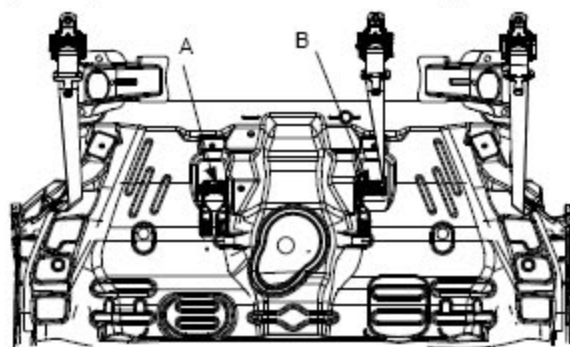

图 21-1-7
1). 先参照座椅的拆卸方法将座椅的拆卸方法把后排座椅拆下来, 放到车外, 然后根据需要可以先拆卸后排中间带扣总成 A 和三点式安全带带扣侧 B。图 21-1-7